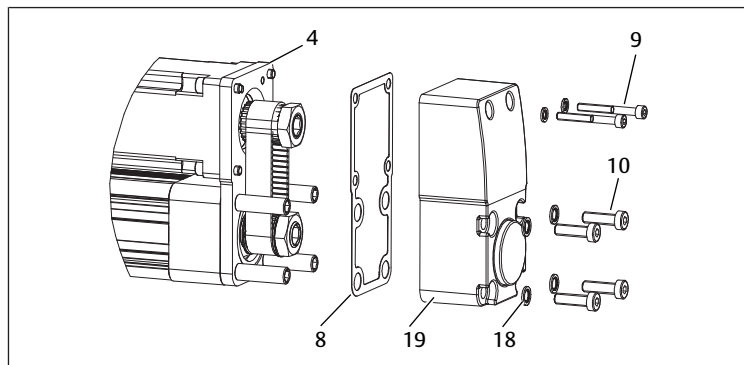

Fig. 18: Montage du couvercle de réducteur
- Placer le joint plat (8) entre le couvercle du réducteur (19) et la plaque intermédiaire (4).
- Faire glisser les rondelles d'étanchéité (18) sur les vis à six pans creux (9/10).
- Fixer le couvercle du réducteur. Voir → Fig. 18.